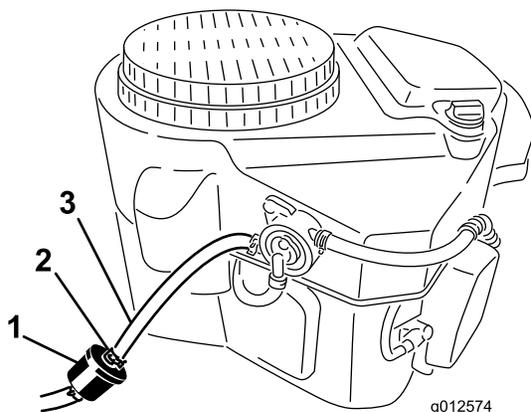

図 52
2. 燃料タンクにごみが入るのを防止するために、キャップ (図 52) の周囲をきれいに拭く。
4. 古いフィルタのクランプをゆるめて脇に寄せる (図 52)。